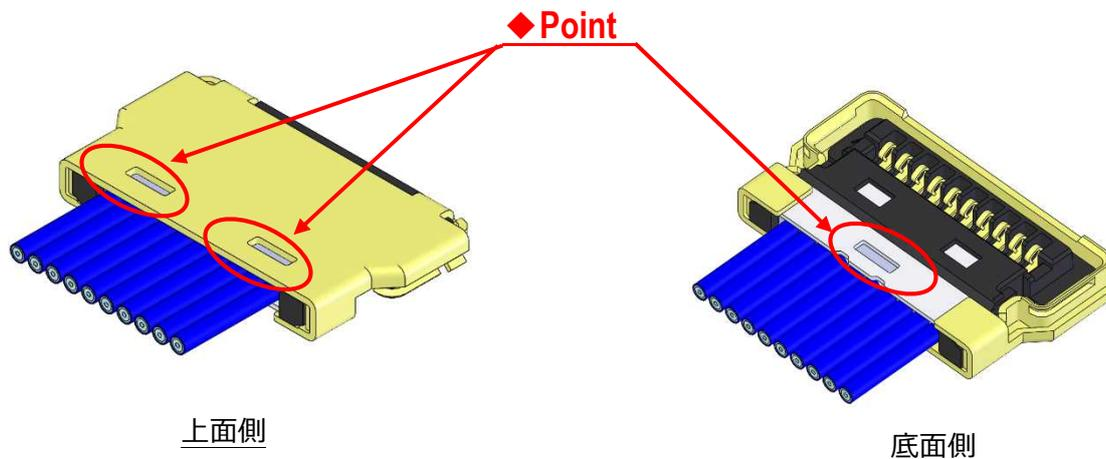

Fig. 8 SHELLA と GND BAR の半田付け Point
8. SHELLA と GND BAR を半田コテにて半田付けする。 (Fig.8 ◆部)